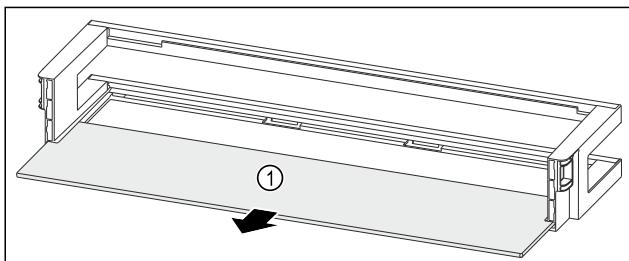

Fig. 91 Vratna polica z odlagalno polico
- Odstranite polico za odlaganje Fig. 91 (1).